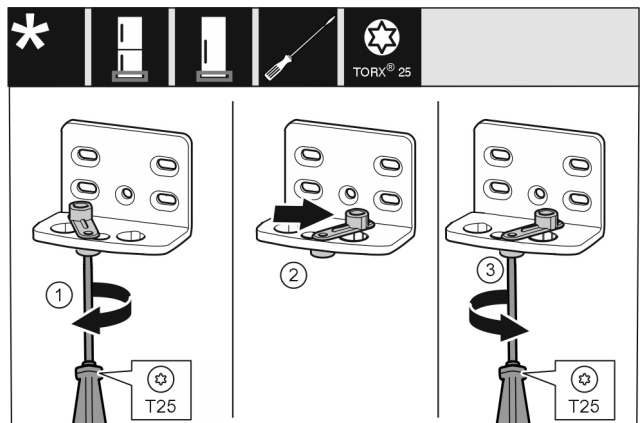

Fig. 15
- ▶ Înșurubați slăbit șurubul cu șurubelnița T25. Fig. 15 (1)
- ▶ Ridicați dispozitivul auxiliar de închidere a ușii și rotiți-l cu 90° spre dreapta în orificiu. Fig. 15 (2)
- ▶ Înșurubați ferm șurubul cu șurubelnița T25. Fig. 15 (3)